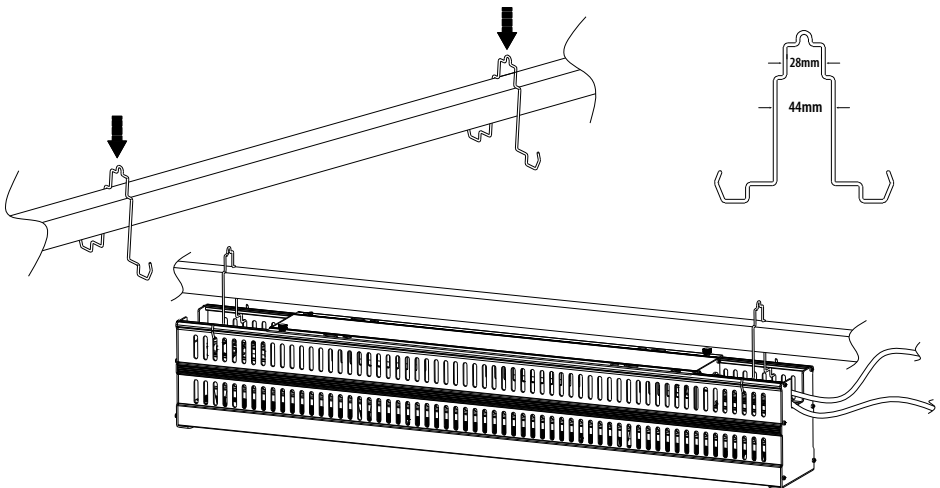

Fig. 6
1) Avec le support de fixation A (pièce E), voir fig. 6. Le support de fixation B (pièce F) n'est pas conforme à cette méthode de montage.